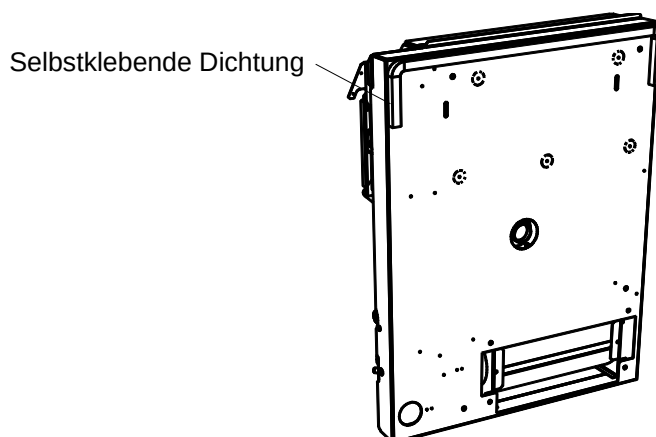

Abbildung 7 – Anbringen der Dichtung
9. Positionieren Sie die selbstklebende Schaumdichtung am Tragrahmen (im unteren Teil des Heizkörpers), siehe Abbildung 7. Mehrmaliges Anbringen und Entfernen vermeiden.